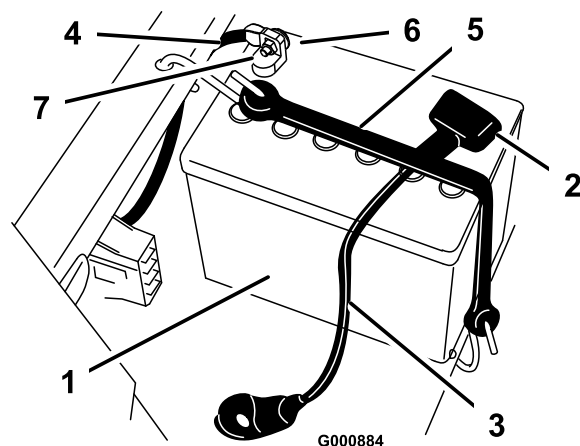

Figure 31
4. Débranchez le câble négatif (noir) de mise à la masse de la borne de la batterie (Figure 31).
5. Repoussez le capuchon en caoutchouc sur le câble positif (rouge). Débranchez le câble positif (rouge) de la borne de la batterie (Figure 31).
6. Enlevez la sangle de maintien de la batterie (Figure 31) et ôtez la batterie de son support.
1. Placez la batterie sur son support, les bornes à l'opposé du panneau de commande (Figure 31).
2. Branchez le câble positif (rouge) de la batterie à la borne positive (+). Fixez le câble à l'aide d'un boulon (1/4 x 3/4 pouce), d'une rondelle (1/4 pouce) et d'un écrou (1/4 pouce) (Figure 31).
3. Branchez le câble négatif de la batterie à la borne négative (-). Fixez le câble à l'aide d'un boulon (1/4 x 3/4 pouce), d'une rondelle (1/4 pouce) et d'un écrou (1/4 pouce) (Figure 31).
5. Fixez la batterie en place à l'aide de la sangle de maintien (Figure 31).